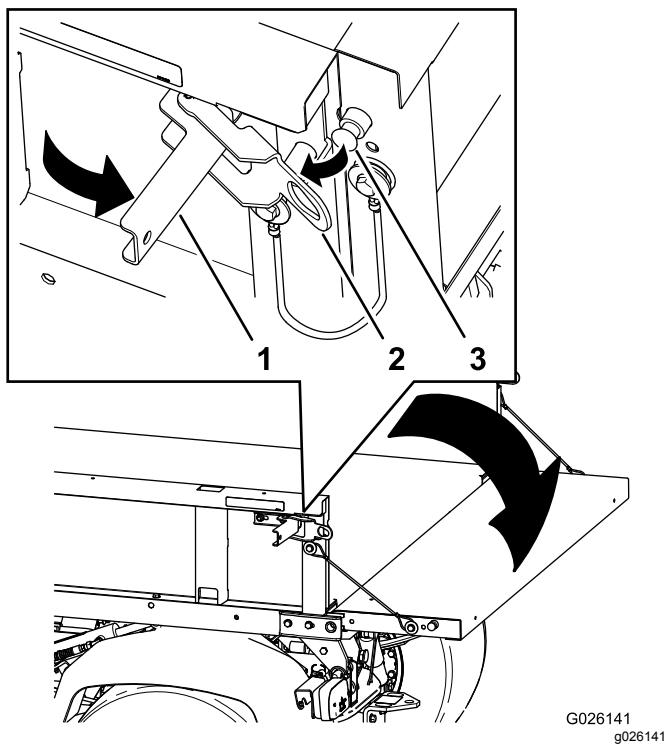

Figura 14
2. Abra os trincos nos lados esquerdo e direito da caixa de carga e baixe a porta traseira (Figura 14).